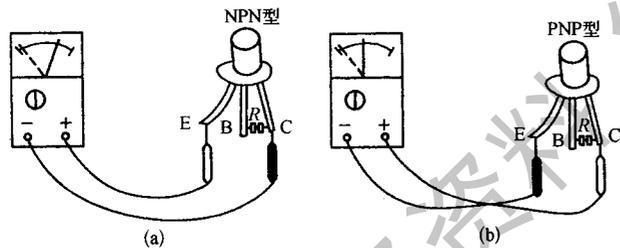

图 1-107 确定晶体管集电极和发射极的方法
③ 分辨晶体管各引脚。分辨晶体管各引脚的方法是:用万用表的 $R \times 1 \text{ k}$ 挡,先确定基极,再确定集电极和发射极。关于确定基极的方法在前面确定NPN型还是PNP型晶体管时已经介绍,根据前面的方法已确定了晶体管的基极和是什么极性的晶体管,这里主要介绍确定集电极和发射极的方法。检测时的万用表接线如图1-107所示。
a. NPN型晶体管。红、黑表棒接基极之外的另两根引脚,然后用嘴唇去同时接触黑表棒和基极,如图1-107(a)所示(图中B、C之间是电阻 R , R 表示是嘴唇接触时的人体电阻)。若此时表针向右偏转一个角度(阻值减小许多),则说明黑表棒所接引脚为集电极,另一个为发射极;若嘴唇接触时表针不偏转,则将红、黑表棒互换一次接线,再用同样方法测量一次,只要晶体管是好的,就必有表针偏转现象,这样可以确定集电极和发射极。
b. PNP型晶体管。万用表接线方法同上一样,只是嘴唇去接触基极和红表棒(不是黑表棒),在表针向右偏转的那一次,其红表棒所接的为集电极,另一个为发射极。对于PNP型晶体管的万用表接线如图1-107(b)所示。
④ 估测电流放大倍数 β 。利用万用表的欧姆挡可以估测晶体管的电流放大倍数 β ,如图1-107所示。万用表置于 $R \times 1 \text{ k}$ 挡,对于NPN型晶体管如图1-107(a)所示,黑表棒接集电极,红表棒接发射极,此时表针向右偏转的角度不大,再用嘴唇去同时接触基极和集电极,此时表针会向右偏转一个角度,这一角度愈大说明晶体管的 β 愈大,反之则小。
如图1-107(b)所示,这是测量PNP型晶体管 β 时的示意图。红表棒接集电极,黑表棒接发射极,用嘴唇同时接触基极和集电极时,表针向右偏转的角度大,说明晶体管的电流放大倍数 β 大。